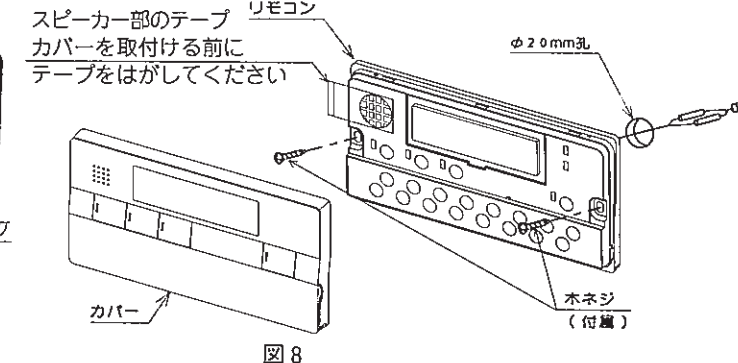

図8
6. リモコンを付属の木ネジ2本で壁に固定してください。(図8)(締め過ぎに注意してください。ドライバーで必ず手回して締め、インパクトドライバーや電気ドライバーは使用しないでください。)
2. 図8のようにカバーをはずし、リモコンのスピーカー部のテープをはがした後、カバーを取付けてください。